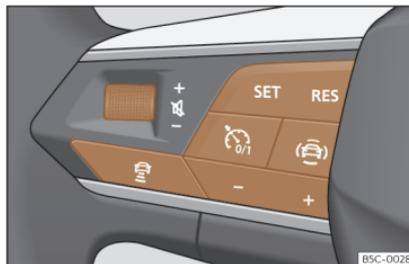

Fig. 171 En el volante multifunción: botones para manejar el ACC
Su vehículo dispone de ACC si dispone de menú de configuración en el sistema de infotainment»» pág. 99, y si dispone de los botones propios de la función ACC en el volante multifunción»» fig. 171.
- Para comenzar la regulación presione el botón **SET** >>> **fig. 171**.
Para programar la velocidad pulse los botones + o - >>> **fig. 171** hasta la velocidad deseada. El ajuste de velocidad se realiza en intervalos de 10 km/h (5 mph).
- Pulse el botón  y, a continuación, el botón + o - >>> **fig. 171**.